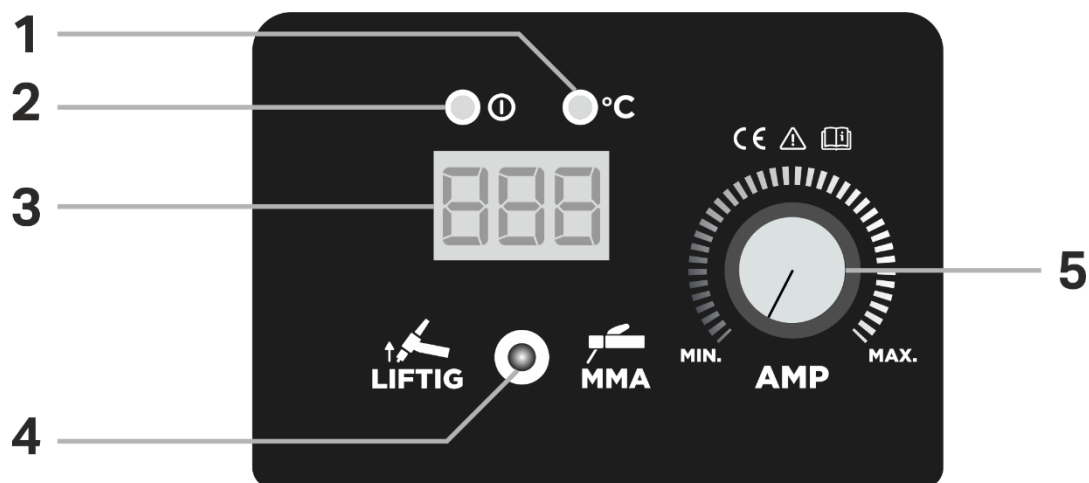

Fig. 1
- Ajustar el valor de corriente (Fig.1 - 5), de acuerdo con la siguiente tabla: